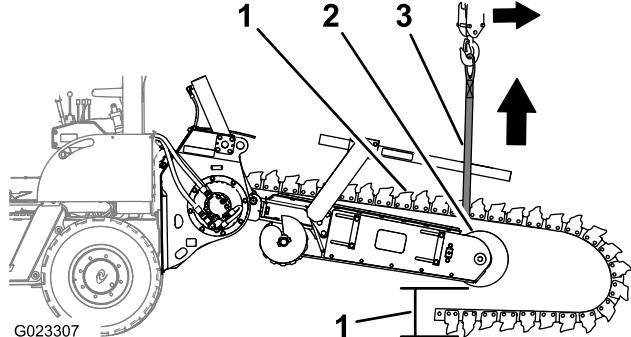

Figure 43
3. Démarrez la machine et abaissez l'élinde jusqu'à ce que la poulie de tension inférieure se trouve de 31 à 36 cm (12 à 14 po) au-dessus du sol (Figure 43).
5. Lorsque la chaîne d'excavation a passé le pignon d'entraînement, ramenez la commande de la trancheuse à la position POINT MORT, arrêtez la machine et enlevez la clé de contact (Figure 43).
6. Enroulez la sangle de levage autour de la chaîne d'excavation au niveau de la poulie de tension et attachez la sangle au matériel de levage (Figure 43).
7. Élevez le matériel de levage et déposez la chaîne d'excavation de l'élinde (Figure 43).